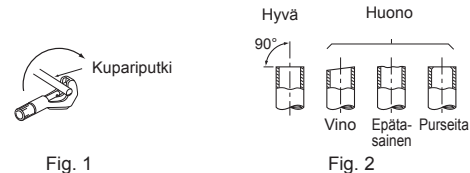

Fig. 1
- 1) Leikkaa kupariputki asianmukaisesti putkileikkurilla. (Fig. 1 ja 2)